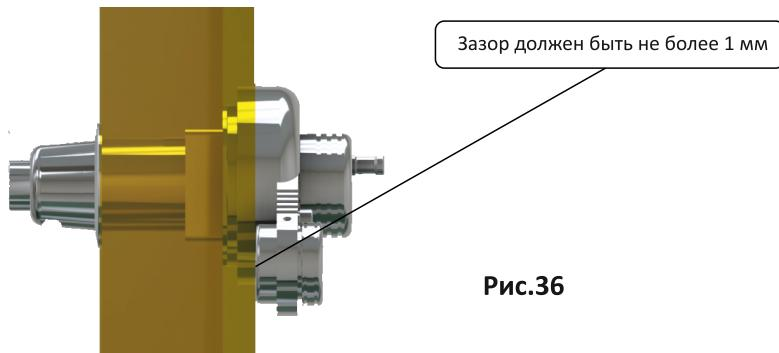

Рис.36
**Шаг 17.** Регулируем зазор между полотном косяка двери и торцом под пятника (рис.36)